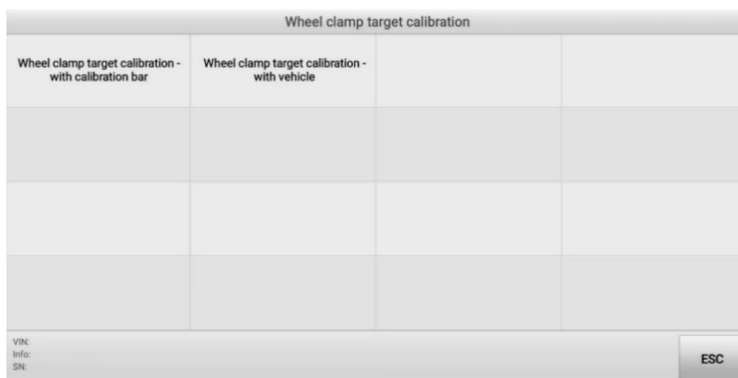

Figura 4-26 Selectarea metodei de calibrare
2. Selectați **calibrarea țintei clemei roții** — cu vehiculul. Consultați Figura 4-26